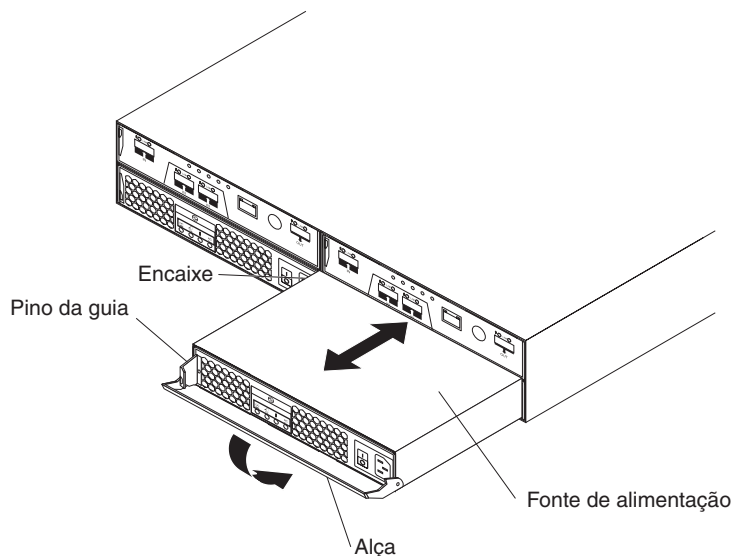

Figura 48. Substituindo uma unidade de energia
Para substituir uma unidade de energia, conclua as seguintes etapas. A Figura 48 na página 96 ilustra a remoção e inserção de uma unidade.
11. Puxe lentamente a alça para fora do chassi para remover a unidade de energia, conforme mostrado na Figura 48.